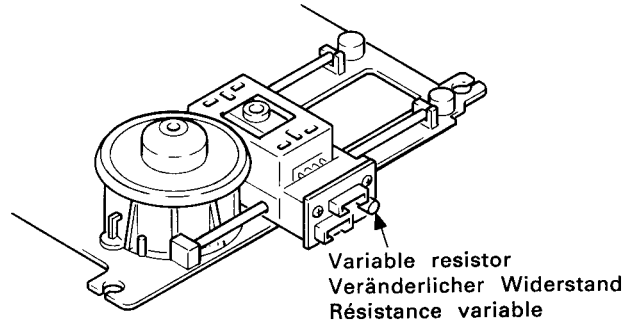

Fig.7
(2) Behandlug des Tonabnehmermechanismus (Abb. 7)
(2) Maniement du mécanisme de captage (Fig. 7)